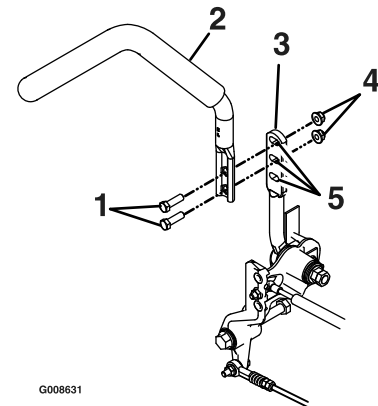

Figura 35
1. Retire los dos pernos que sujetan la palanca de control al brazo de la palanca de control (Figura 35).
de control Figura 35. Apriete ambos pernos para fijar la palanca en la posición nueva.